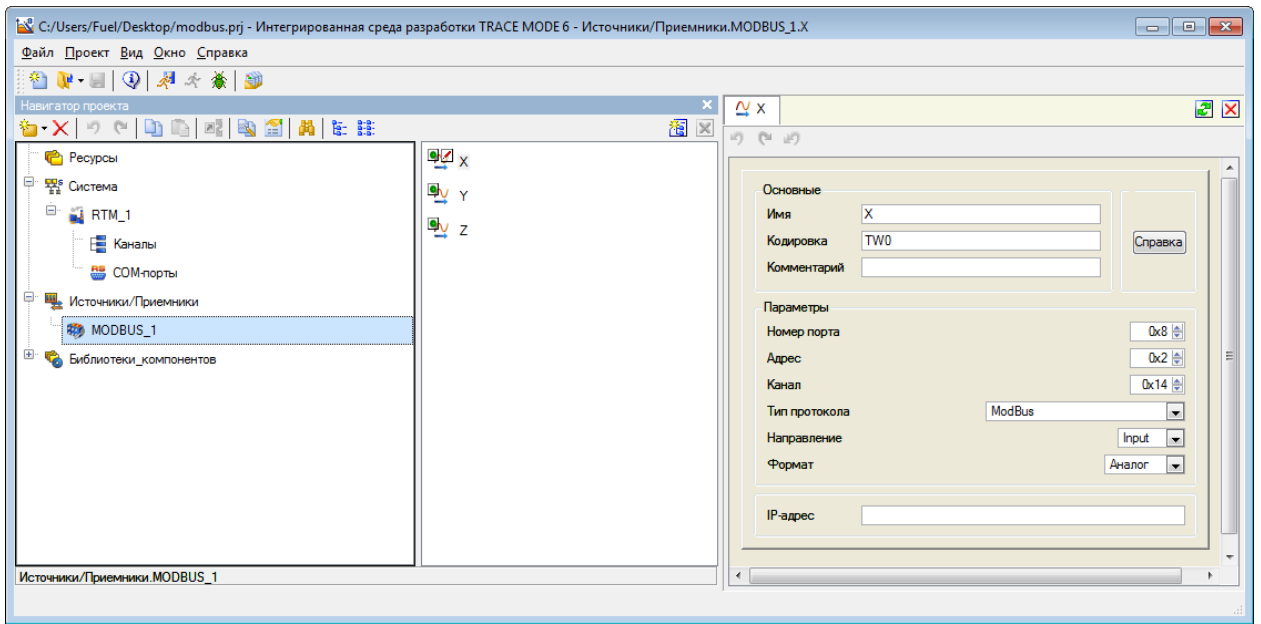
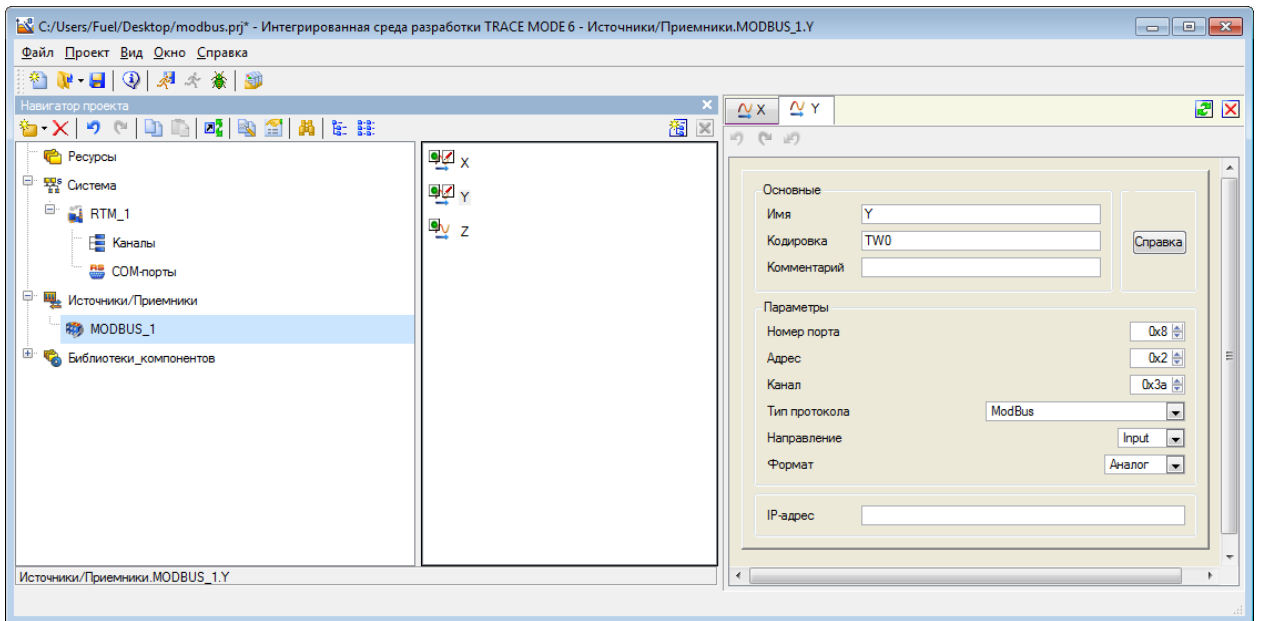
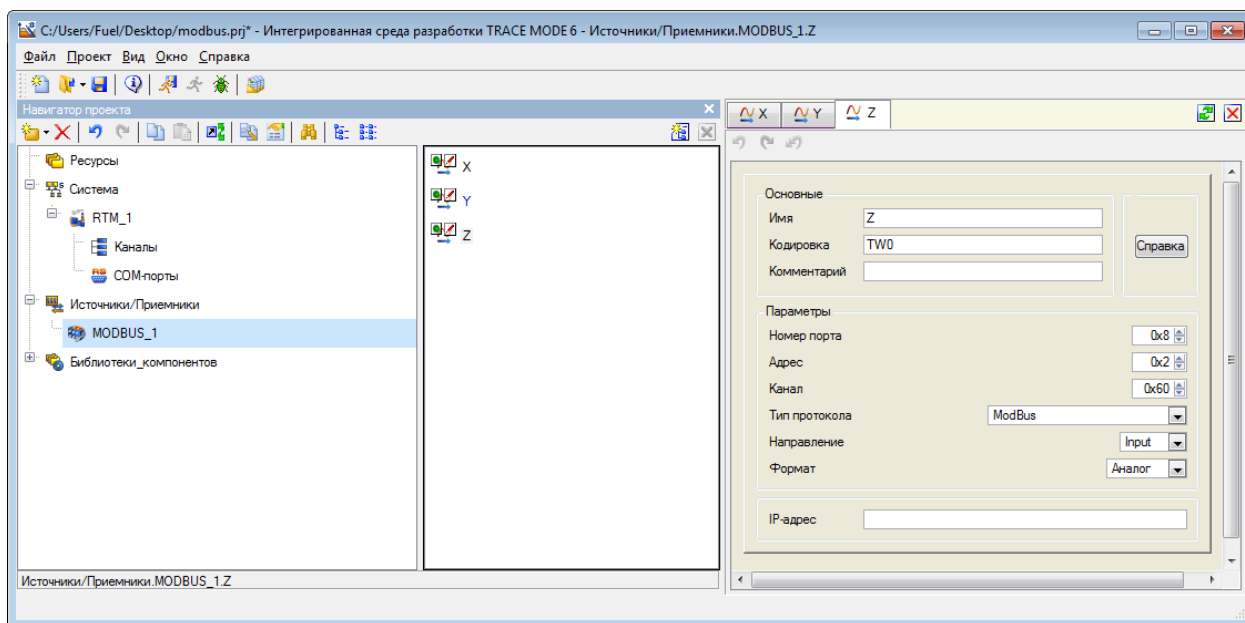

Рисунок 30.
Рисунок 31.
Рисунок 32.
1) В «Источники/Приемники» добавляем группу Modbus и в ней создаем три компонента (для осей X, Y и Z датчика линейного ускорения) Rout\_Float(3) для чтения 4 байт с приведением к float командой ReadHoldingRegisters. Настраиваем каждый из компонентов (см. Рисунок 30, Рисунок 31, Рисунок 32). В качестве имени берем название оси датчика. Номер порта для каждого выставляем 0x8 (COM9). Адрес устройства в сети MODBUS 0x2. Адрес регистра для чтения данных (канал) выставляем в соответствии с таблицей регистров для датчика ZET7052.